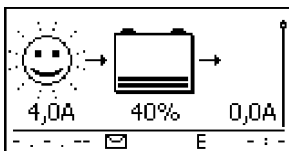
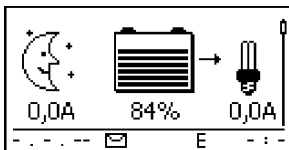

Fig. 7: Display después de conectar el módulo solar cuando hace sol
Fig. 8: Display después de conectar el módulo solar cuando no hace sol
3. ➤ Retirar la cubierta del módulo solar y, en caso de que haya uno montado, conectar el interruptor seccionador de CC. En el display aparecerá Fig. 7 o Fig. 8.
4. ➤ Si no aparece Fig. 7/ Fig. 8, comprobar la instalación y solucionar los posibles fallos a través de  15, pág. 54 y siguientes.